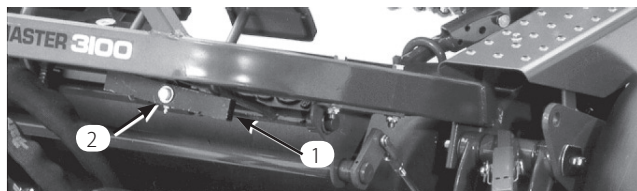

図 47
1. 昇降ピボット裏のナットをゆるめる（図47）。
2. 偏芯ネジ（図47）を回してピボット・スプリングを上下させて調整する。